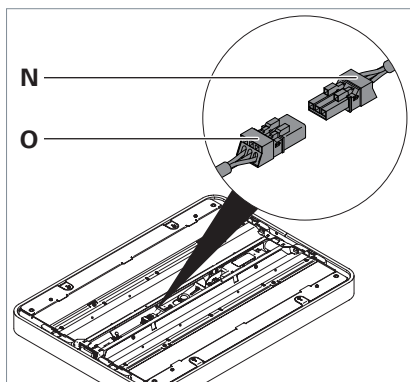

Fig. 11: Collegamento della testa dell'apparecchio d'illuminazione, parte 2.
- Collegare la presa **N** alla spina **O** della testa dell'apparecchio d'illuminazione, vedi Fig. 11.